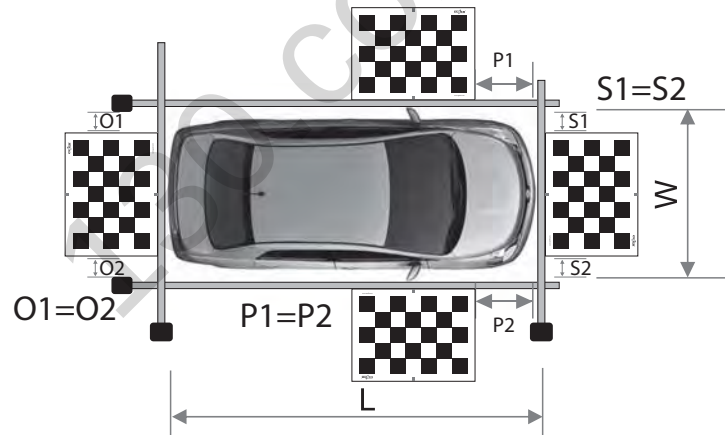

Рис. 4
1. Розмістіть калібрувальні плакати навпроти кожної камери відповідно до схеми нижче (Рис. 4). Червоні мітки на передньому та задньому калібрувальних плакатах повинні збігатися з центральною віссю автомобіля. Червоні мітки на бокових калібрувальних плакатах повинні збігатися з рівнем дзеркал автомобіля (місцем встановлення камер в дзеркалах).
2. Виконайте вимірювання відстаней L, W, P1, P2 (Рис. 4).